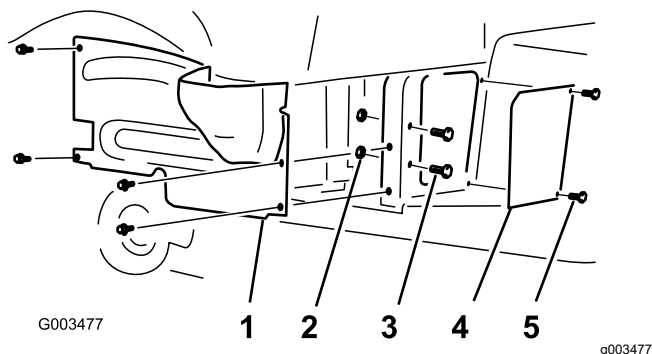

図 1
2. 右ホイール用のシュラウドをフレームに固定しているフランジヘッドねじ4本を外す 図 1。
4. スクリーンパネルをフレームに固定しているねじ2本とボルト2本、ワッシャ2枚とナット2個を外す。ワッシャは再利用するので捨てないこと 図 1。